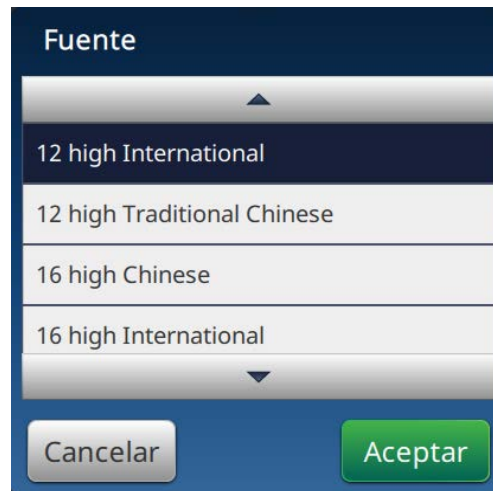

Figura 5-25: Pantalla Entrada de tamaño de fuente
20. Pulse el botón *Fuente* y seleccione "12 high International" en la lista desplegable, como se muestra en la Figura 5-25. Pulse el botón .